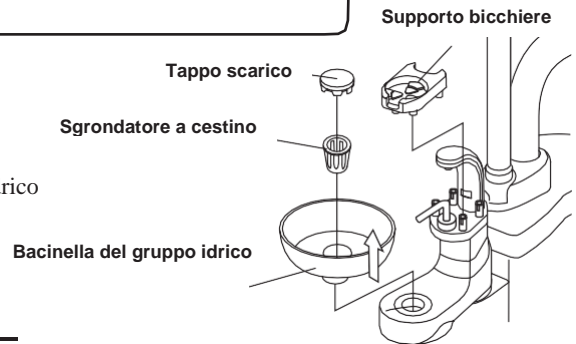

Fig.5-1 Bacinella del gruppo idrico, Tappo scarico e Sgrondatore a cestino
(1) Bacinella del gruppo idrico (Fig.5-1)